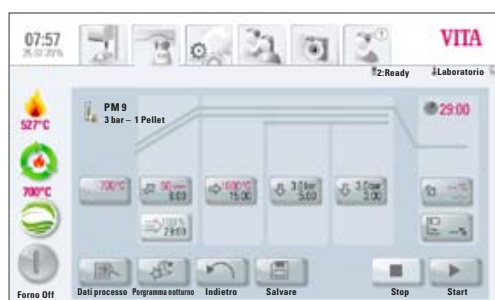

Fig. 2 Programma / curva di cottura
- Con il tasto **OK**  confermare il valore **oppure** con il tasto **Interrompi**  mantenere l'ultimo valore e tornare alla curva di cottura (Fig. 2).